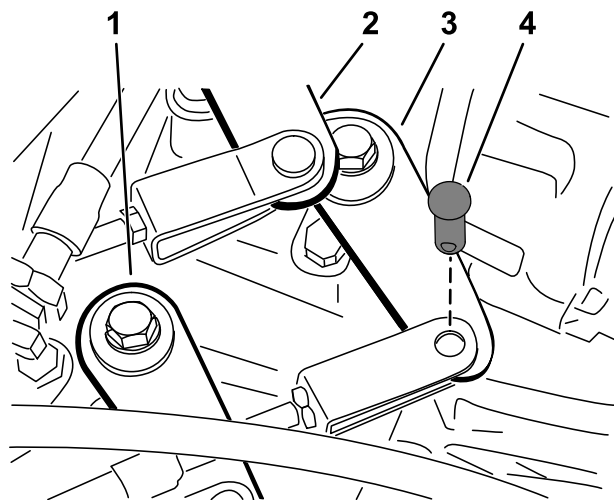

図 44
2. シフトケーブルをトランスアクスルのシフトアームに固定しているクレビスピンを取る(図 44)。
- ハイ・ロー切り替えケーブルをトランスアクスルに固定しているクレビスピンを取る 図 44。